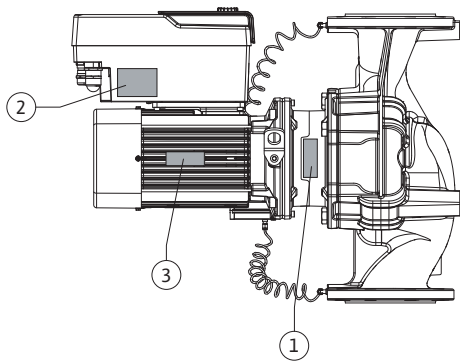

Fig. 3: Tüübisildid 11 ... 22 kW
**Tüübisilt (Fig. 3) mootori võimsusele 11 kW ... 22 kW**